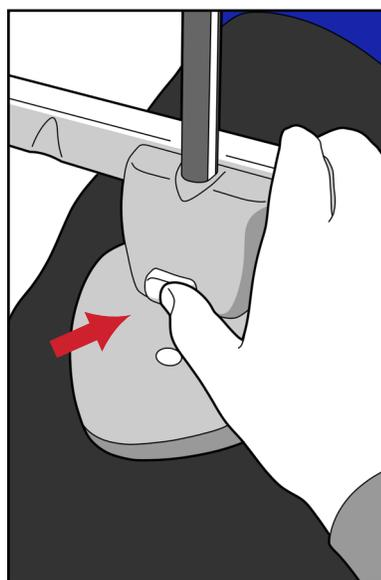

Рис. 13
**! ПРИМЕЧАНИЕ !** В случае аварийной ситуации компрессионный зажим работает как предохранитель. При нажатии на кнопку фиксатора компрессионная пластина будет отведена от тела пациента. (Рис. 13)